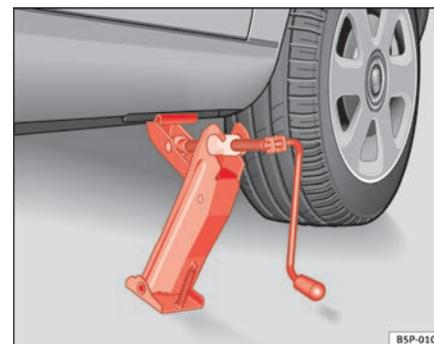

Fig. 173 Mise en place du cric
- Positionnez le cric de façon à ce que son crochet entoure le nerf du longeron inférieur et que la plaque mobile de sa base soit appuyée bien à plat sur le sol ⇒ page 261, fig. 173.